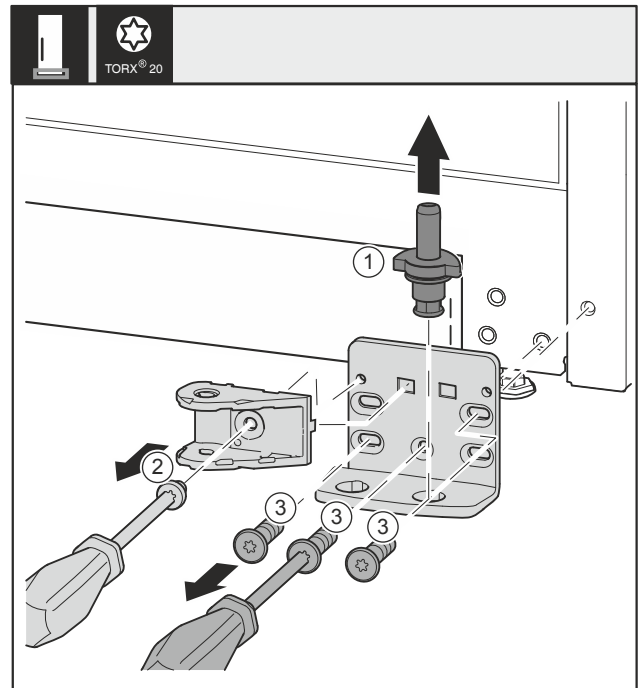

Fig. 32 *
- Lagerbout Fig. 32 (1) volledig naar boven toe wegtrekken.*
- Schroef Fig. 32 (2) met schroevendraaier er uit draaien en de sluitdemperverbinding wegnemen.*
- Schroeven Fig. 32 (3) met schroevendraaier er uit draaien en het lagerbok wegnemen.*